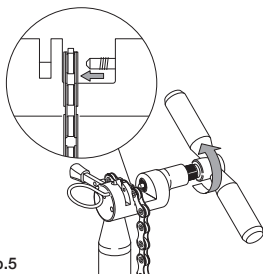

Abb.5
- Das Werkzeug soweit zuschrauben, bis der Stift vollständig aus dem Loch des Kettengliedes ausgetreten ist (**Abb. 5**).